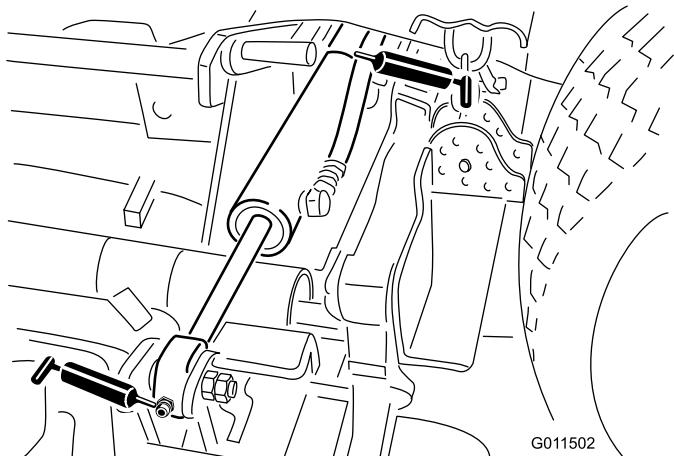

Figura 44
Cilindros de elevación de las unidades laterales (4) (Figura 44)